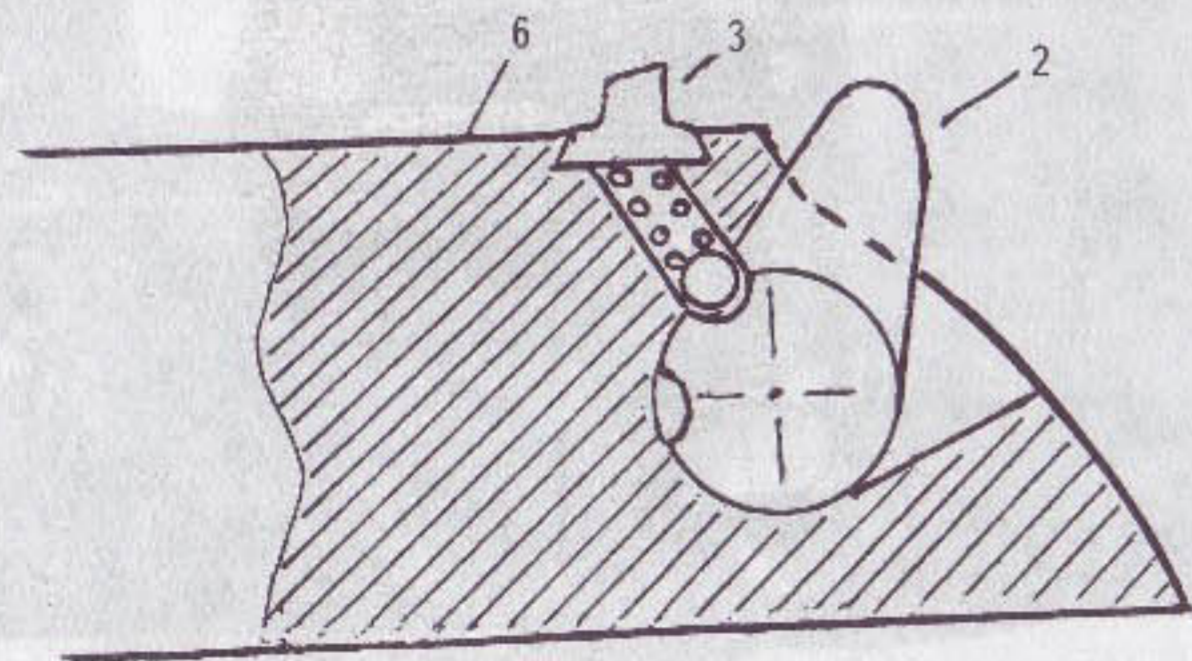

Рис. 351. Принцип фиксации предохранителя в крайних рабочих положениях подпружиненными шариками:
В выключенном и во включенном положениях предохранитель фиксируется двумя специальными подпружиненными шариками (рис. 351), которые заскакивают в выемки цилиндра предохранителя. Два канала, в которых находятся шарики и действующие на них пружины, выходят в паз «ласточкин хвост» и сверху «задвинуты» целиком (3).